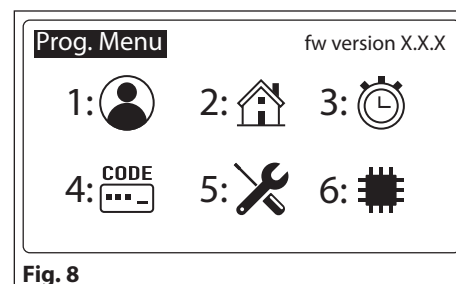

Fig. 8
Dal menù di programmazione (**Fig. 8**):
- dal menù di programmazione principale (**Fig. 8**), premere **"1"** per entrare nel menù utente;
- dal menù di programmazione principale (**Fig. 8**), premere **"1"** per entrare nel menu utenti;